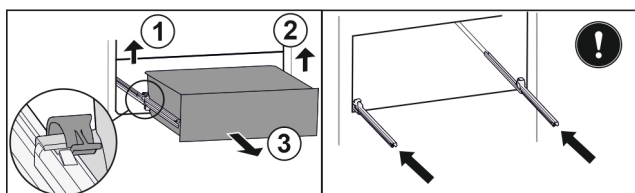

Fig. 170
- Nosta vasenta pidikettä ja vedä samalla vetolaatikkoo vasemmalta eteenpäin. Fig. 170 (1)
- Nosta oikeanpuolista pidikettä ja vedä samalla vetolaatikkoo oikealta eteenpäin. Fig. 170 (2)
- Poista vetolaatikko vetämällä sitä eteenpäin. Fig. 170 (3)